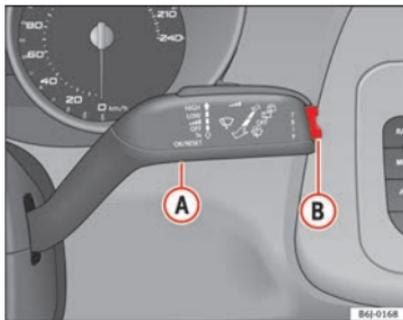

Abb. 34 Scheibenwischerhebel: Taste A und Wippe B
- Bei eingeschalteter Zündung kurz die Taste ⇒ Abb. 34 (A) am Scheibenwischerhebel betätigen, um zwischen den beiden Speichern zu wechseln.